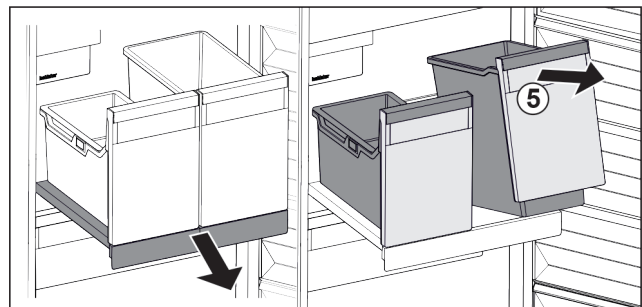

Fig. 89
- ▶ Soulever les bacs *Fig. 89 (5)* par l'avant.